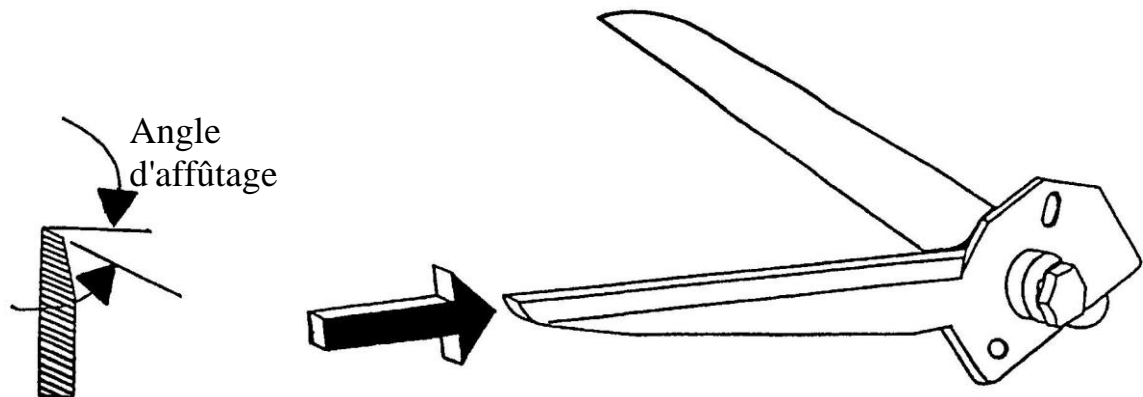

Figure 3
8.2 Détermination et choix de l'angle d'affûtage (voir la figure 3)